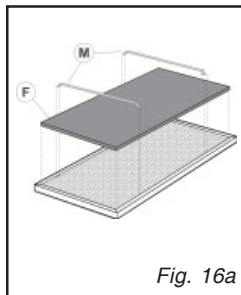

Fig. 16a
• Udskiftning af kulfilter (fig.16a-16b)